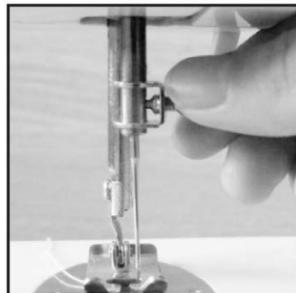
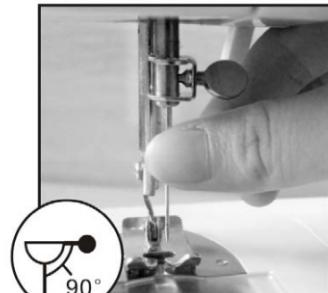

рис.15
рис.16
2. Опустите прижимную лапку. Ослабьте винт иглодержателя (рис. 15). Вставьте новую иглу в зажим плоской стороной вправо, подтолкните её как можно выше до стопора и затяните винт обратно (рис. 16).